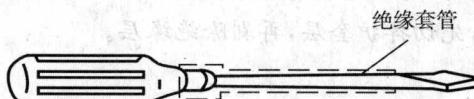

图 1-1-9 带有绝缘套管的螺丝刀
3. 你能说出图 1-1-9 中金属杆上套上绝缘套管有什么作用吗?